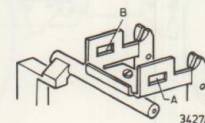

Fig. 15
H. INSTELLING VAN DE BEVEILIGING VAN DE TOETSEN (Fig. 15)